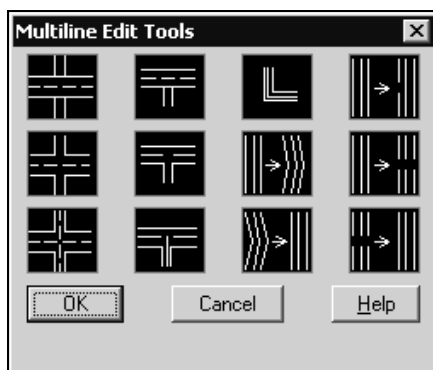

Рис. 13.10. Диалоговое окно для выбора способа редактирования конфигурации мультилинии
1. Откройте выпадающее меню **Modify** (Редакт) и выберите из него **Object** (Объекты), а затем из дополнительного меню **Multiline** (Мультилиния). Появится диалоговое окно **Multiline Edit Tools** (Редактирование мультилинии) (рис. 13.10).
1. Откройте выпадающее меню **Modify** (Редакт) и выберите из него **Object** (Объекты), а затем из дополнительного меню — **Multiline** (Мультилиния). Появится диалоговое окно **Multiline Edit Tools** (Редактирование мультилинии) (см. рис. 13.10).